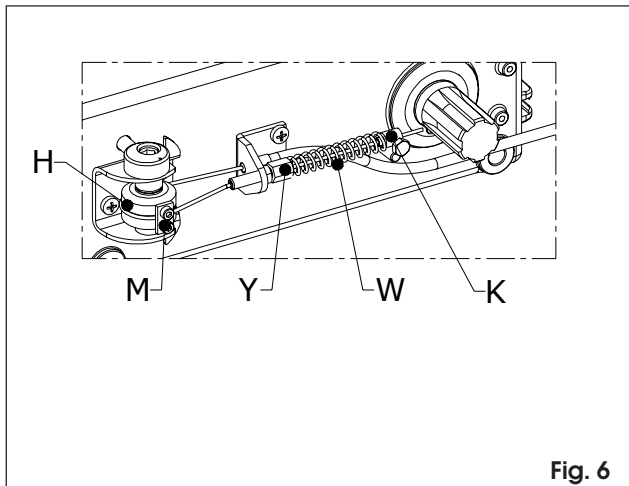

Fig. 6
- 8) Inserire il cavo **T** nel registro **Y**, calzare su di esso prima la molla **W**, poi il morsetto **K**. Tensionare il cavo **T** e stringere il morsetto **K**, come in Fig.6.
- 9) Bloccare poi il cavo **T** sul disco **H** avvitando le viti **M**, orientato come in Fig.6.
- 8) Insert cable **T** into the adjuster screw **Y** and fit onto it first spring **W** then clamp **K**. Tension cable **T** and tighten clamp **K** as shown in Fig.6.
- 9) Fasten cable **T** onto disc **H** by tightening the screws **M**, oriented as shown in Fig.6.
- 8) Engager le câble T dans la vis d'ajustement Y puis monter sur cette dernière d'abord le ressort W, puis l'étrier K. Tendre le câble T et serrer l'étrier K, comme indiqué en Fig.6.
- 9) Bloquer ensuite le câble T sur le disque H en serrant les vis M, orienté comme indiqué en Fig.6.
- 8) Insertar el cable T en el registro Y, y calzar en él primero el muelle W y después la grapa K. Tensar el cable T y apretar la grapa K (Fig. 6).
- 9) Bloquear el cable T en el disco H (orientado como en la Fig. 6) apretando los tornillos M.
- 8) Kabel T in das Register Y einziehen, hierauf zuerst die Feder W und dann die Klammer K streifen. Kabel T spannen und Klammer K gem. Abb. 6 festziehen.
- 9) Kabel T mit Ausrichtung gem. Abb. 6 dann auf Scheibe H sichern, hierzu die Schrauben M festdrehen.